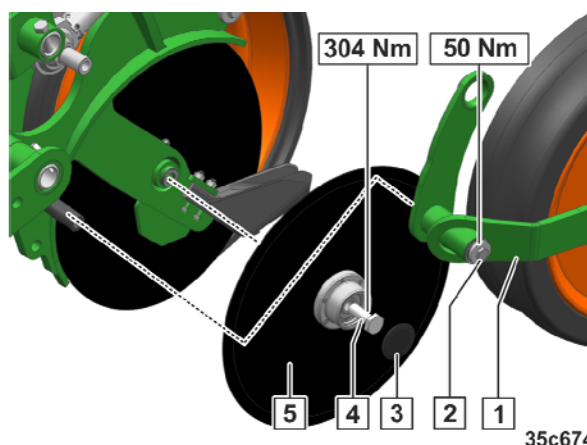

Рис. 314
1. Ослабьте и извлеките винт (Рис. 314/1).
2. Демонтируйте кронштейн опорного катка (Рис. 314/2) с опорным катком.
3. Снимите пылезащитные колпачки (Рис. 314/3).
4. Отвинтите и извлеките центральные винты (Рис. 314/4).
5. Демонтируйте диск сошника (Рис. 314/5).